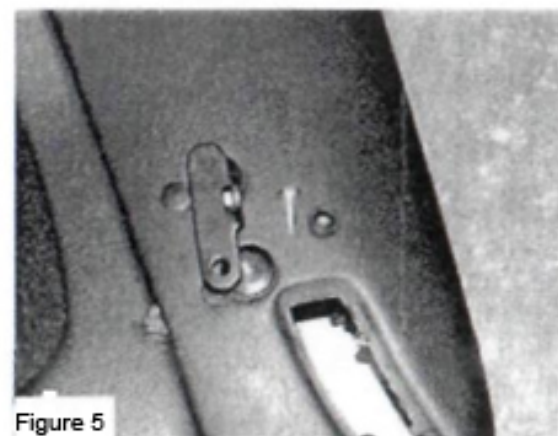

Figure 5
- Bild 5: Zur Kontrolle den Halter bitte in die Passführung stecken und am vorderen Halter die M6 – Plastikrändelschraube ansetzen.
- Figure 5: To check the retainer, please insert the fitting guide and place the M6 plastic knurled-head screw on the front retainer.